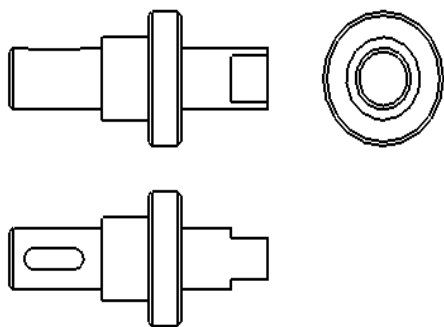

图 5.2.65 装配体工程图
Step1. 将工作目录设置至 D:\creo3.7\work\ch05.02.04，打开装配体工程图文件 **connecting_asm_drw.drw**，如图 5.2.65 所示。